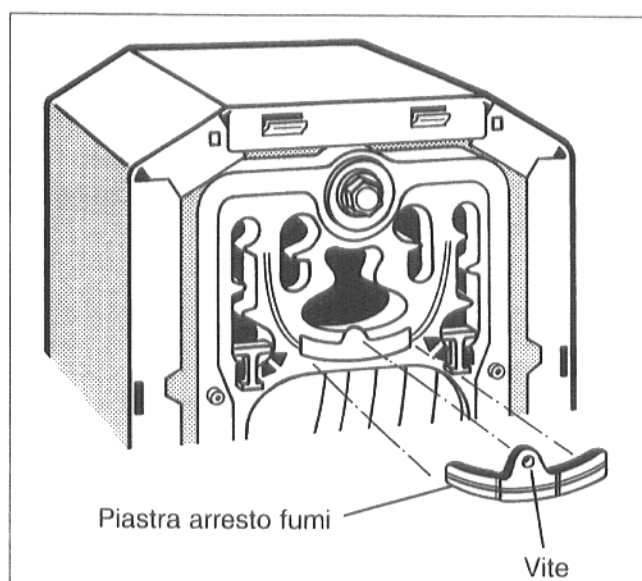

Fig. 32: Completa rimozione della piastra arresto fumi
- Togliere la vite al centro della piastra arresto fumi (Fig. 32).